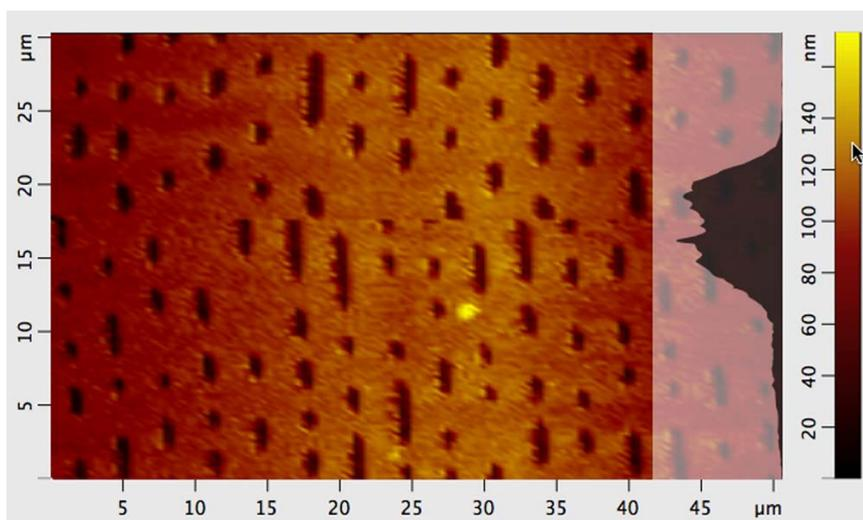

Рис. 3-17. Отображение гистограммы
- Гистограмма** – показать/скрыть гистограмму плотности распределения Z-составляющей. Гистограмма отображается при наведении курсора на шкалу контраста (Рис. 3-17);